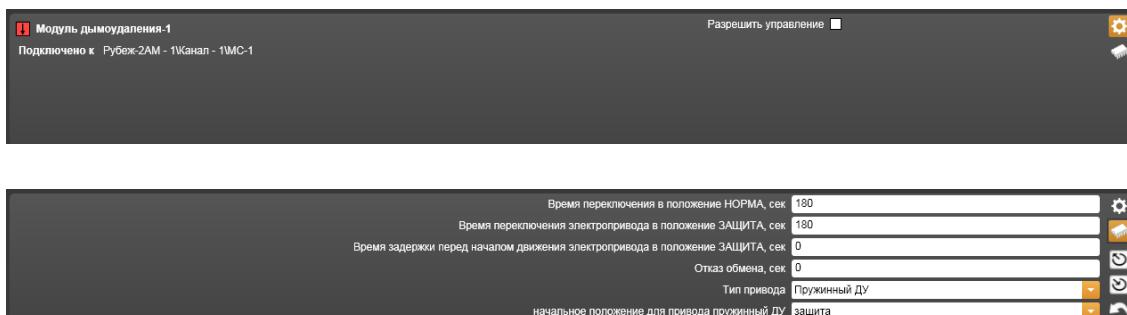

Рисунок 14.3.65 – Свойства Модуля дымоудаления-1
26) Модуль дымоудаления-1 (Рисунок 14.3.65).
- – **Параметры по умолчанию** – значок, при щелчке на котором происходит считывание параметров из памяти компьютера в таблицу параметров текущей закладки (Нижний рисунок 14.3.65).